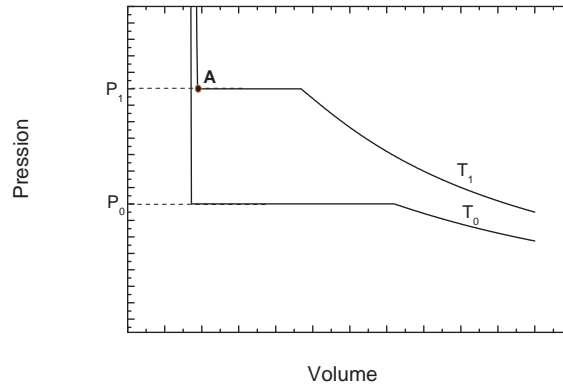

FIG. 3: Diagramme PV de l'équilibre vapeur-eau. Les courbes en traits pleins correspondent aux isothermes  $T_1$  et  $T_2$ .
**Première phase :** La vapeur est admise dans le cylindre à la pression  $P_1$  et à la température  $T_1$  jusqu'à un volume  $V_1$ . Lors de cette phase une mole d'eau liquide est vaporisée dans le cylindre. Le point de départ du cycle correspond au point A sur la figure 3.